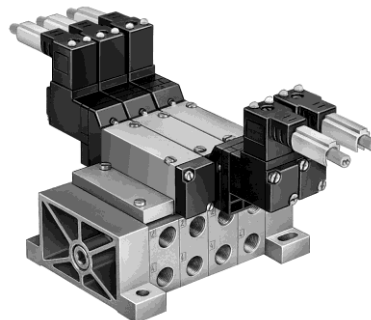

Fig. 22.
- Individuele ventielen in batterijmontage waarbij alle koppelingen op de basisplaat staan. (Fig. 22).